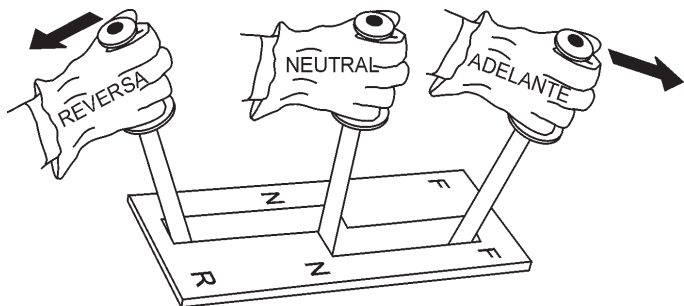

Figura 22. Palanca de velocidades
1. Para mover el rodillo **hacia adelante**, mueva la palanca de velocidades hacia enfrente como se muestra en la Figura 22.